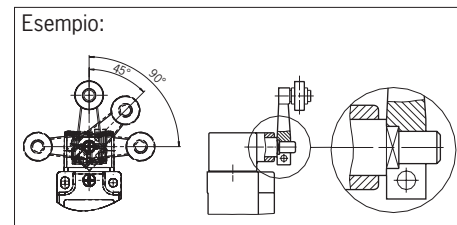

Fig. 2: Regolazione verticale dell'azionatore
- L'azionatore (leva girevole) deve essere fissato con accoppiamento meccanico. Gli elementi plurilaterali sull'azionatore e sull'albero motore devono fare presa uno con l'altro (vedere Fig. 2).